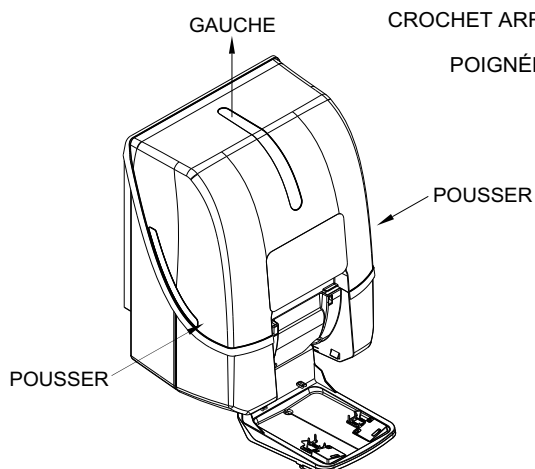

Figure 8
Étape 6. Enlever le couvercle (réf. Figure 8)